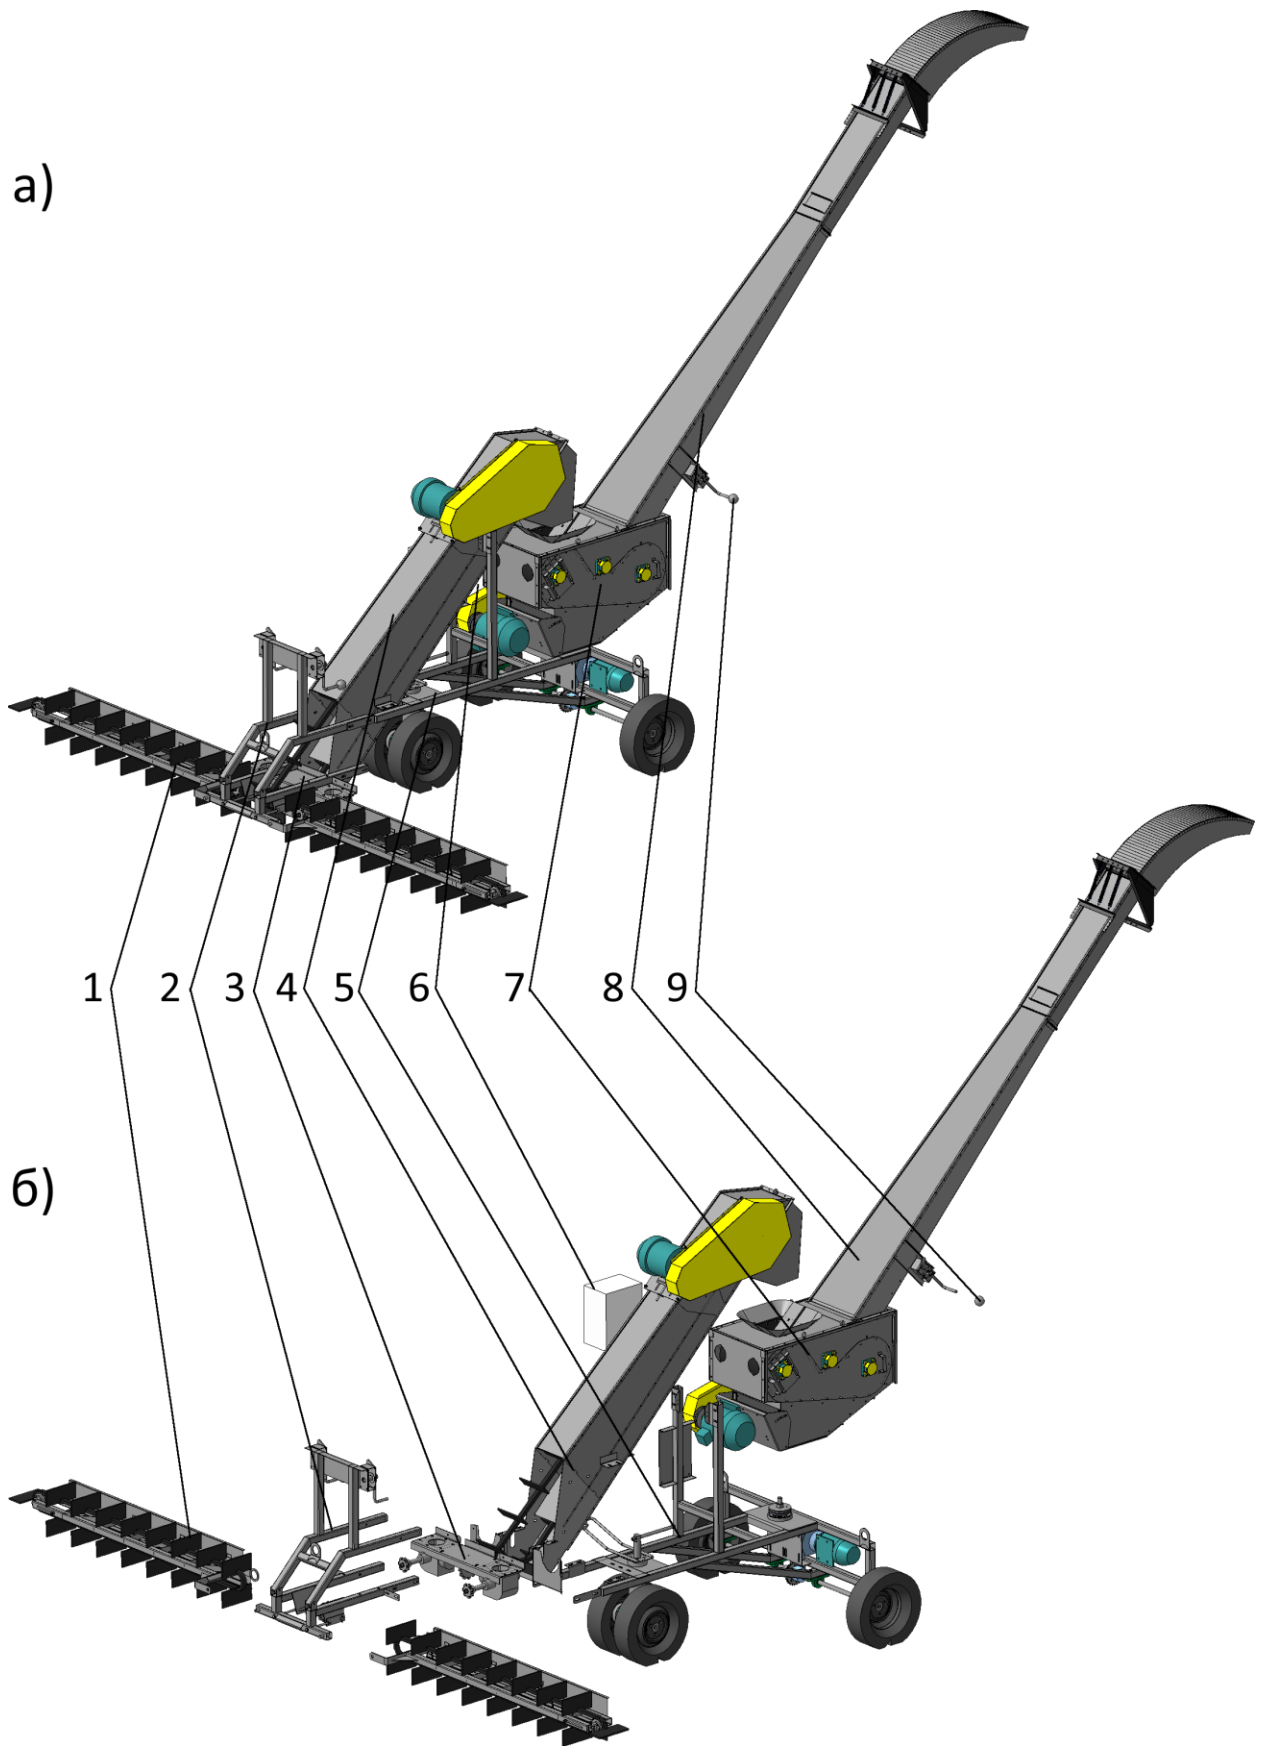

Рис. 1 – Погрузчик А-150РМ:
3.1.1. Компоновочная схема Погрузчика приведена на рис.1 стр 6 (стандартные изделия, в т.ч., метизы, скрепляющие отдельные модули Погрузчика, а также цепи приводные, цепи транспортеров, ремни и др., здесь и далее условно не показаны). На опорной раме 5 смонтированы основные компоненты: триммер поворотный 7 с выгрузным лотком, установленным под углом 45°; загрузочный короб 4 с расположенным внутри наклонным скребковым транспортером; к загрузочному коробу 4 в передней (по ходу движения) части смонтированы блок конических редукторов 3 и передняя рама 2; на раме 2 установлены поперечные питатели (скребковые транспортеры) 1 ; на раме 5 установлен блок (пульт) управления 6.
Поперечные горизонтальные питатели 1 рис.1 скребковыми транспортерами подают зерно с периферии бурта к центру. Продольный (центральный) наклонный скребковый транспортер, проходящий внутри загрузочного короба 5, подает зерно в загрузочное окно триммера 7, откуда оно попадает на ленточный транспортер и затем с большой скоростью выбрасывается наружу. Выгрузной лоток позволяет сузить выходящий зерновой поток и направить его в требуемое место (в транспортное средство или в новый борт). Для непрерывного забора и подачи зерна Погрузчик перемещают в продольном направлении с помощью механизма самохода.